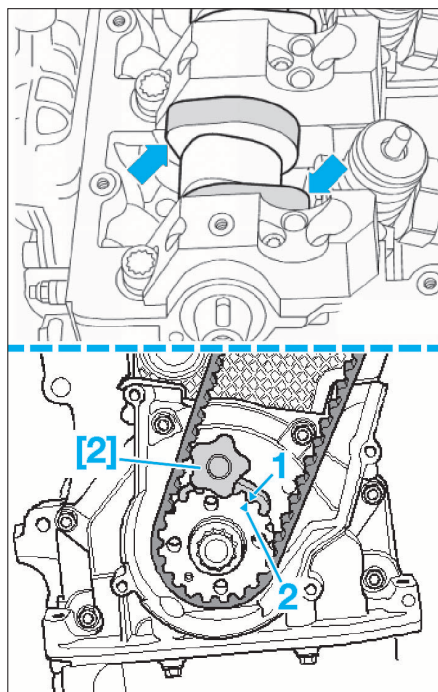

FIG. 61
- [2]. Outil de blocage de vilebrequin (ref. T10100) (Fig.61).
Sur l'arbre à cames, les cames du cylindre n° 1 (coté distribution) doivent être orientées uniformément vers le haut (flèches). Pour le vilebrequin, son pignon doit pouvoir être bloqué par l'outil [2] avec les repères (1) et (2) l'un en face de l'autre (Fig.61).